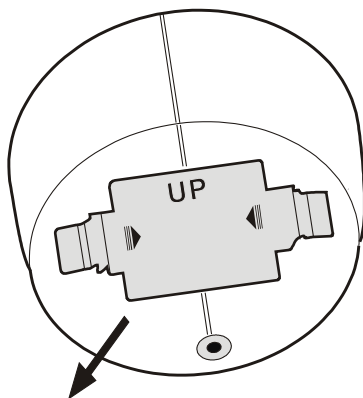

Fig. 5
1. Tryk “knappen” på batterirummets dæksel i pilens retning og træk det af batterirummet (Fig. 5). Bemærk: Ordet UP er indgraveret i batterirummets dæksel, tag ikke fejl af retningen.